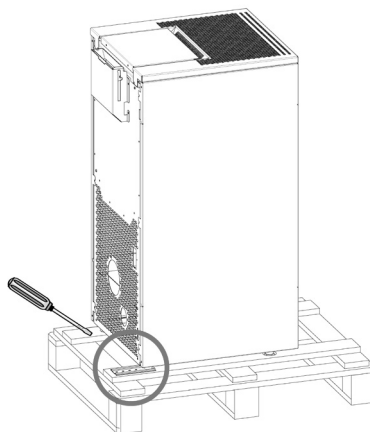

Fig. 1 - Borttagning af beslagene
- Fjern beslagene der blokerer ovns fødder (se **Fig. 1**). Fortsæt herefter med afmontering af ovnen fra pallen.